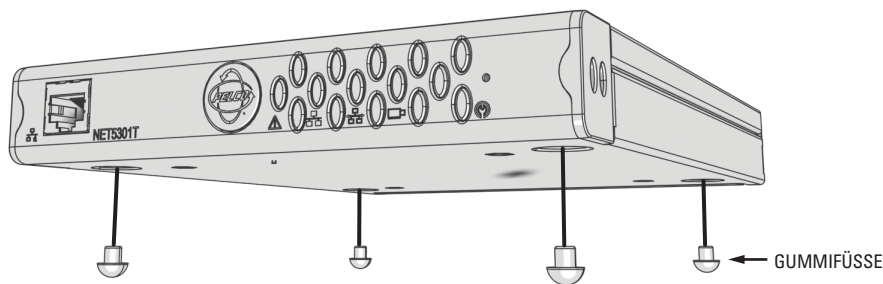

Abbildung 4. Anbringen der Gummifüße zur Tischinstallation
1. Bringen Sie die Gummifüße an der Unterseite des Geräts an, damit die Tischoberfläche nicht beschädigt wird (siehe Abbildung 4).